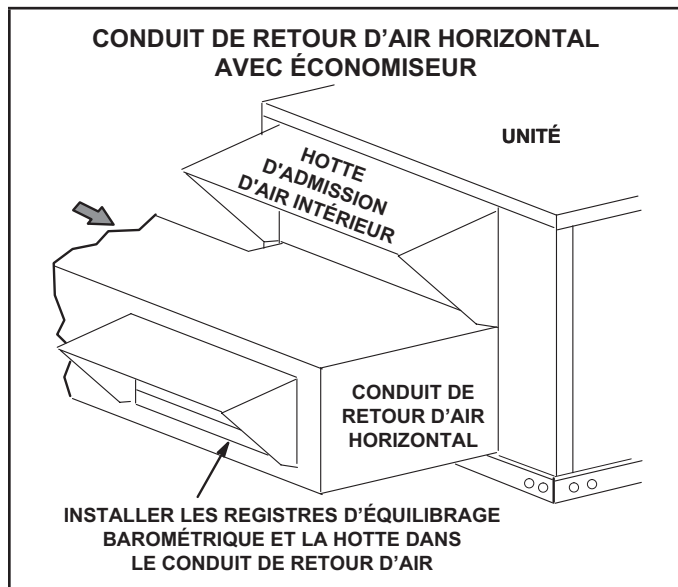

FIGURE 4
- 5 - Installer le conduit de retour d'air sous l'admission d'air extérieur. Voir la FIGURE 4. Installer le registre d'équilibrage barométrique dans la hotte inférieure et l'installer dans le conduit comme indiqué à la FIGURE 4.